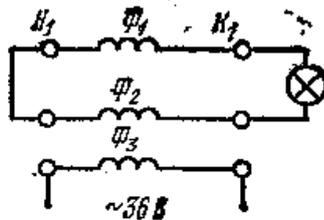

Рис. 53. Схема неправильного соединения первой и второй фаз обмоток статора трехфазного асинхронного двигателя (лампа не горит)
3. Собрать схему по рис. 53. На этой схеме обозначенный конец первой фазы  $K$  подключается к одному из выводов второй фазы, другой вывод второй фазы и обозначенный вывод  $n_1$  подключаются к электролампе. При этом к обмотке третьей фазы подается напряжение 36 В.
2. Если присоединении по схеме рис. 53 лампа горит, то это значит, что клемма  $K_1$  соединена с началом второй фазной обмотки, т. е. с  $H_2$ , тогда ее второй конец есть  $K_2$ .